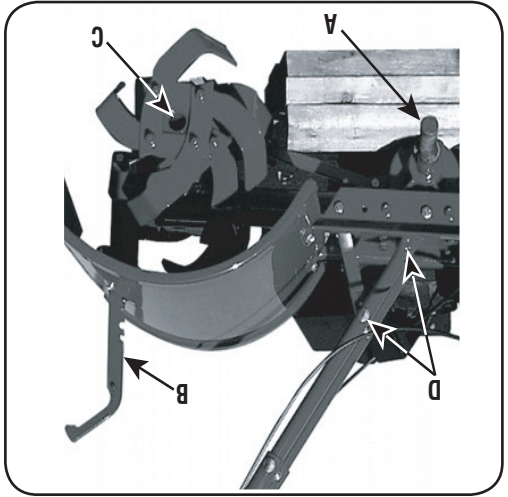

Figure 5-1
Toutes les 10 heures d'utilisation, huilez ou graissez les points de lubrification indiqués à la Figure 5-1 et décrite plus bas.
- Démontez les roues, nettoyez l'axe des roues (A, Fig. 5-1) et appliquez une fine couche de graisse sur l'axe.
- Graissez l'arrière, l'avant et les côtés de la poignée du guide de profondeur (B, Fig. 5-1).
- Démontez les dents et nettoyez l'arbre des dents (C, Fig. 5-1). Utilisez une lime ou du papier de verre pour éliminer la rouille, les ébarbures ou les rugosités (en particulier autour des trous de l'arbre). Appliquez la graisse sur les extrémités de l'arbre avant d'installer les dents.
- Huilez les filets des vis de réglage de la hauteur du guidon et les vis de montage du guidon (D, Fig. 5-1).